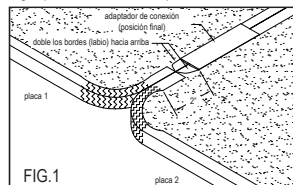

FIG. 1
3. Para unir lateralmente dos o más placas de estufa / protectores de suelo / revestimientos de pared / extensores de hogar del Tipo 2 HY-C, utilice un kit conector de placas HY-C de estufa (Parte # ULCK - se vende por separado). Este kit contiene conectores para conectar a tierra las placas de estufa / protectores de suelo / revestimientos de pared / extensores de hogar. (Puede ser necesario tener que levantar el labio de metal de la peca de estufa / protectores de suelo / escudos de pared / protectores de brasas de Tipo 2 HY-C en el borde para iniciar la instalación de los ganchos. Los ganchos pueden ser fijados en su lugar golpeándolos ligeramente con un martillo.) Ver fig. 1. Para evitar que las brasas o carbones entren en contacto con la estructura de combustible que está debajo de las placas de estufa / protector de suelo / revestimientos de pared / protectores de brasas, los ganchos de conexión suministrados con el kit conector de placas HY-C (Parte # ULCK - se vende por separado), se deben instalar de acuerdo con las instrucciones de las placas de estufa / protectores de suelo / revestimiento de pared / protector de brasas de Tipo 2 para que no quede expuesto ningún material combustible después de la instalación de las mismas.